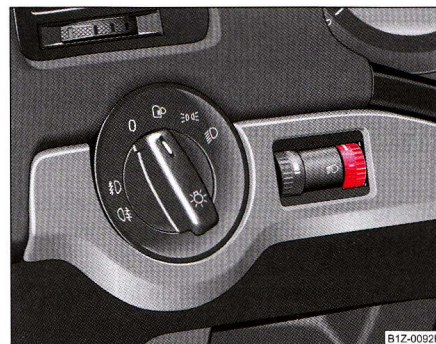

Fig. 45 Tabloul de bord: Adaptarea farurilor
- Rotiți regulatorul rotativ ⇒ pagina 66, fig. 45, până când lumina de întâlnire este reglată astfel încât să nu îi orbească pe participanții la trafic.